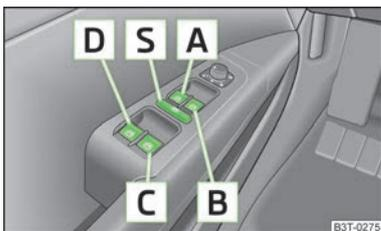

Abb. 23
- Werden auf den Rücksitzen Kinder befördert, wird empfohlen, die elektrischen Fensterheber der hinteren Türen außer Funktion zu setzen (Sicherheitsschalter) **[S]** » Abb. 23 auf Seite 42.
Die Tasten für die einzelnen Fenster befinden sich in der Armlehne der Fahrertür » Abb. 23, in der Beifahrertür und in den hinteren Türen » Abb. 24 auf Seite 43.
Durch Drücken des Sicherheitsschalters » Abb. 23 können die Tasten der Fensterheber in den hinteren Türen außer Funktion gesetzt werden. Durch wiederholtes Drücken des Sicherheitsschalters sind die Tasten der Fensterheber in den hinteren Türen wieder funktionsfähig.